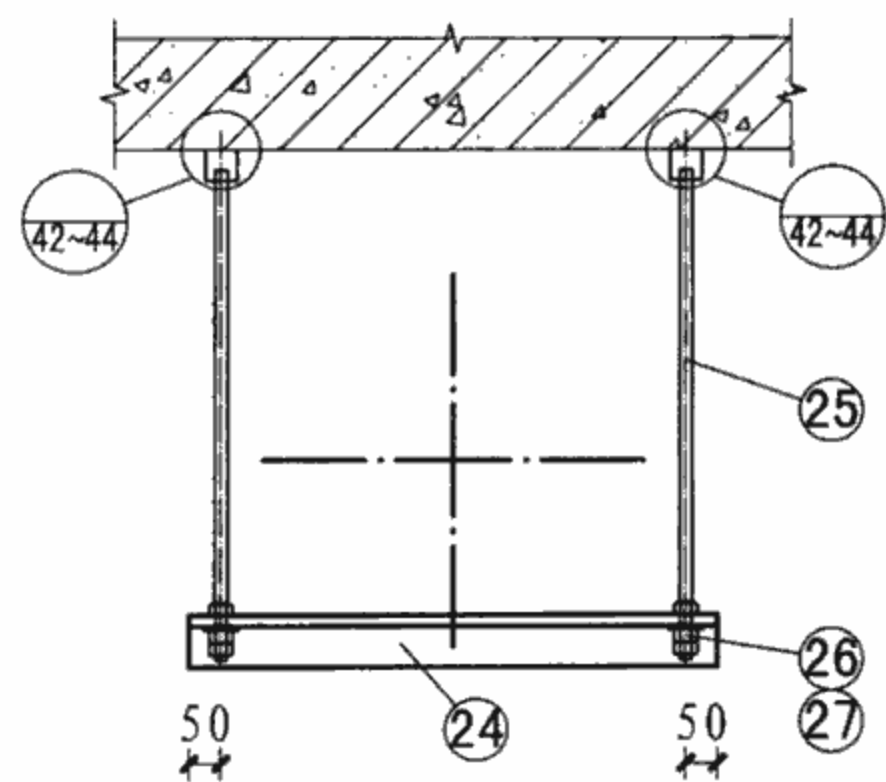
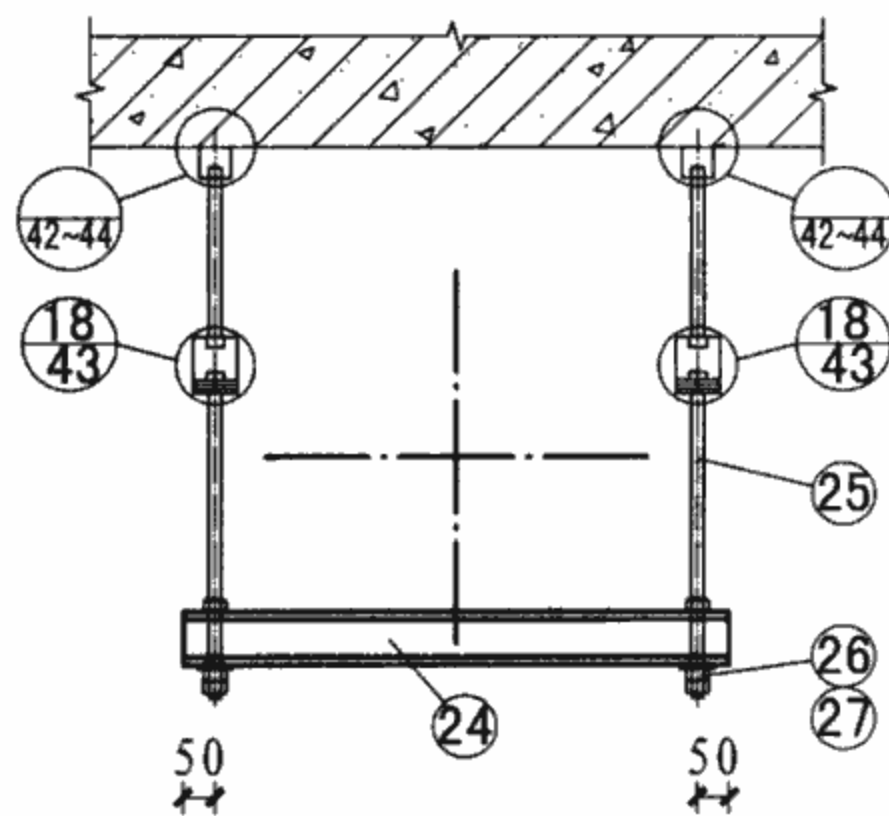
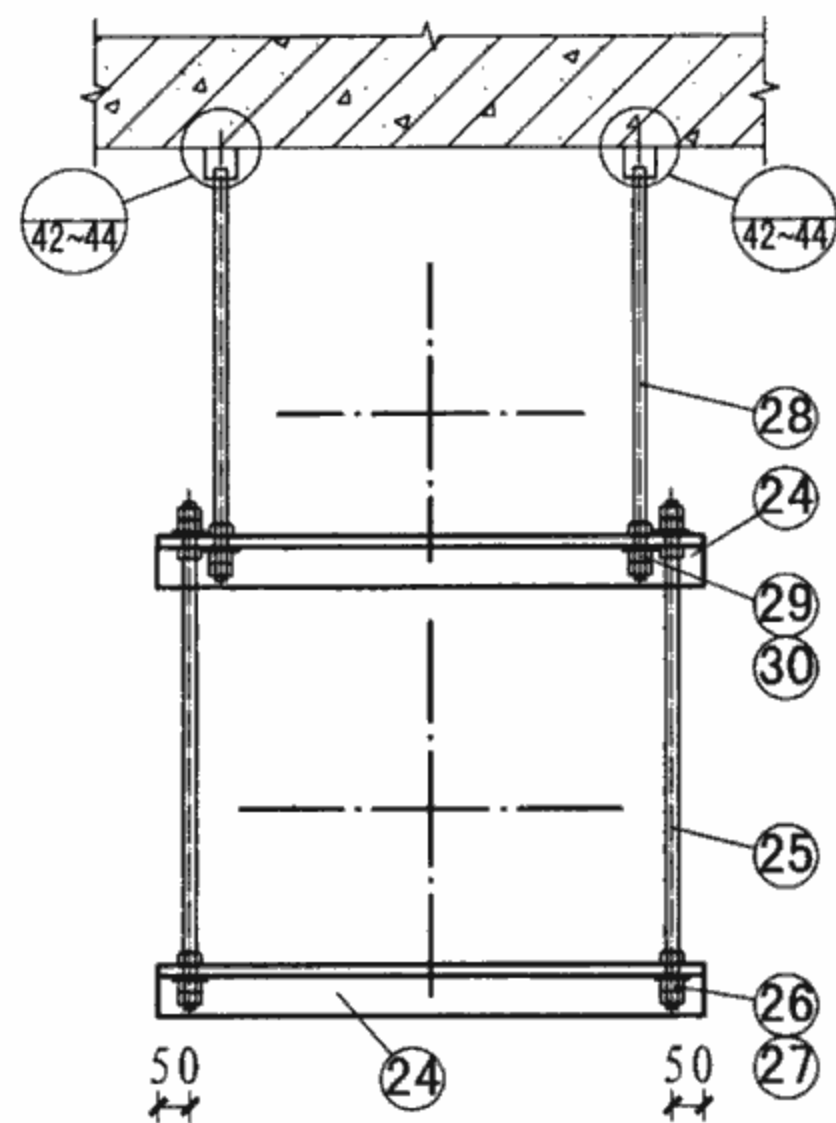
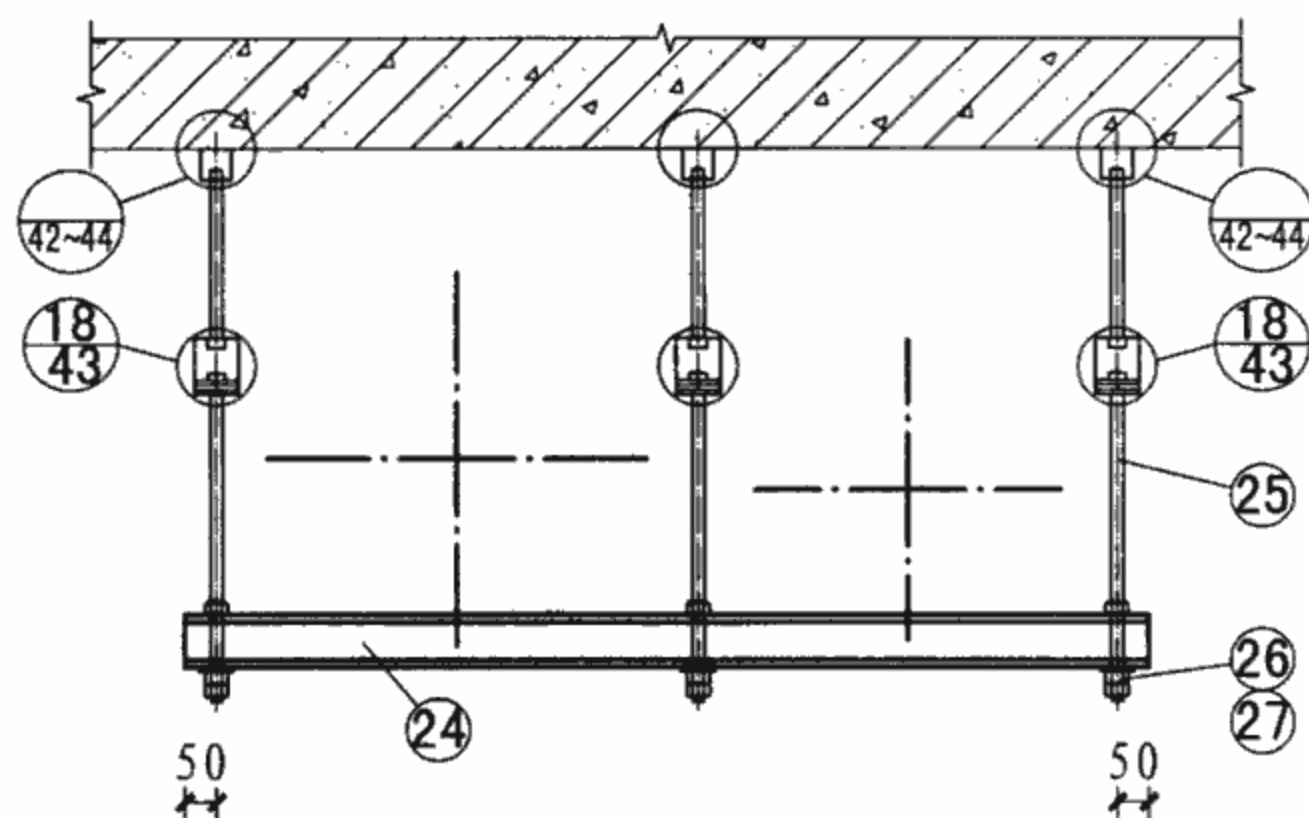

图1
图2
图3
图4
2. 图1、图3为无减振安装形式, 图2、图4为减振安装形式。